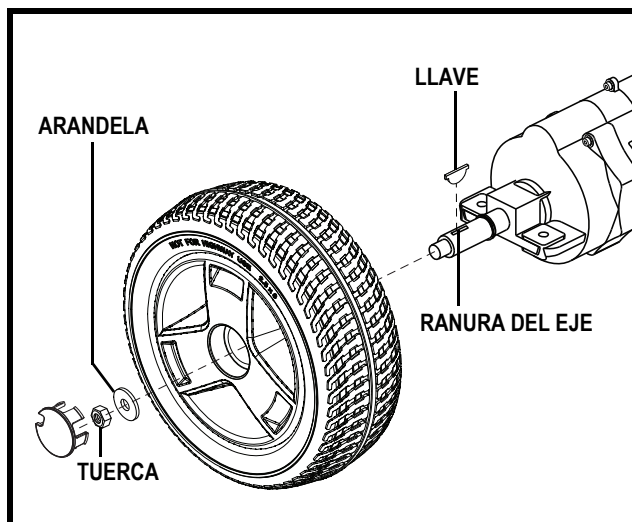

Figure 27. Extracción de la rueda de conducción
3. Retire la tuerca de la rueda motriz del cubo (fig. 27).
5. Coloque la rueda en su eje. Asegúrese de que la llave esté en la ranura del eje (fig. 27).